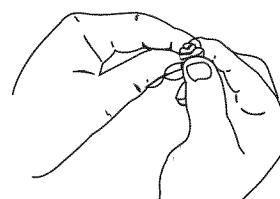

Fig. 27
5. Apriete el filtro para espesar y retirar el exceso de aceite (Fig. 27).